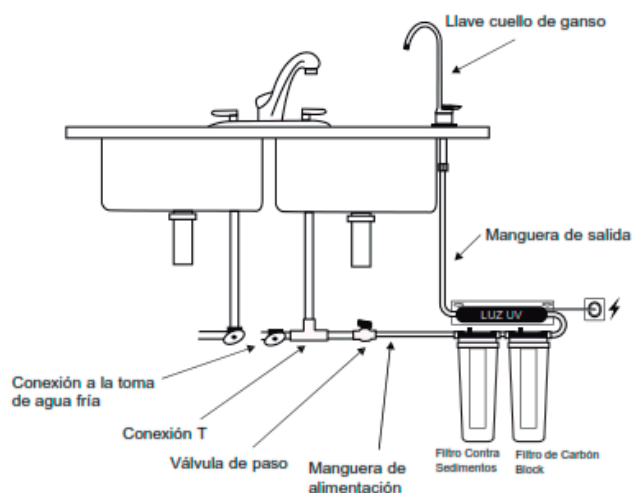

figura 3
- La manguera que alimenta al equipo se conecta a la toma del agua fría que está debajo de la tarja (figura 3).